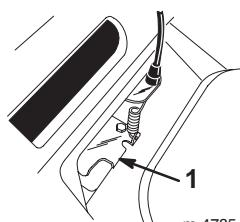

Figure 23
5. Poussez sur la patte de guidage de la courroie jusqu'à ce qu'elle touche la tondeuse et maintenez-la en place (Fig. 23).